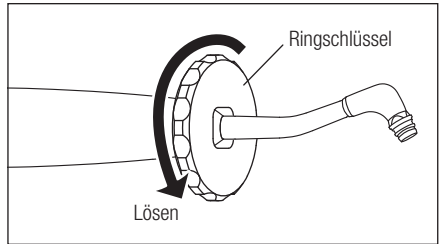

Abb. 14
- 3) Führen Sie den mitgelieferten Ringschlüssel vom Düsenende aus hindurch, lösen Sie die Düse und entfernen Sie die Düse vom Handstück. (Abb. 14)